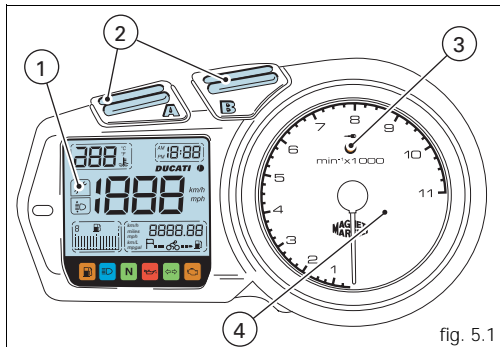
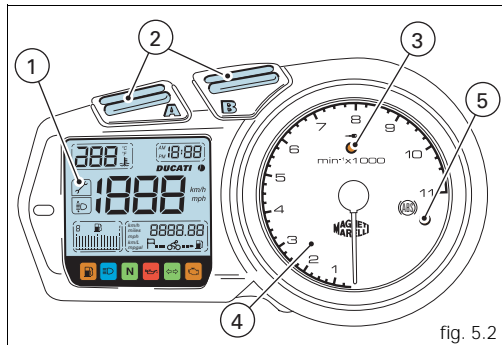

fig. 5.1
fig. 5.2
Tableau de bord (fig. 5.1 e fig. 5.2)
Appuyez sur le bouton (A, fig. 5.1) pendant 2 secondes, l'inscription AM clignote. En appuyant à nouveau sur le bouton (B), l'inscription PM clignote ; en appuyant sur le bouton (B) on revient au pas précédent. Appuyez sur le bouton (A) pour confirmer la sélection et passer ainsi au réglage des heures qui commencent à clignoter.
En appuyant sur le bouton (B, fig. 5.1), clé sur **ON**, on effectue un défilement du type séquentiel des fonctions suivantes :
Indique la distance parcourue depuis la dernière mise à zéro. Il est possible de mettre à zéro ce paramètre en sélectionnant cette fonction et en appuyant sur le bouton (A, fig. 5.1) pendant 2 secondes au moins. Au bout de 9999.9 km (ou milles) l'afficheur se met à zéro automatiquement.
Le boîtier électronique dialogue en mode automatique avec le tableau de bord et lui transmet le modèle du véhicule et l'unité de mesure corrects à visualiser sur l'afficheur ; pour forcer la modification de ces paramètres, appuyez simultanément sur les boutons (A, fig. 5.1) et (B, fig. 5.1) et tournez le commutateur à clé de OFF à ON. L'afficheur présente le modèle du véhicule et la version en clignotement. Appuyez sur le bouton (B) pour afficher en mode séquentiel toutes les configurations possibles. Pour mémoriser la sélection, appuyez sur le bouton (A) pendant 5 secondes au moins, jusqu'à ce que le sigle OFF apparaisse à l'afficheur ; tournez ensuite le commutateur à clé sur OFF.